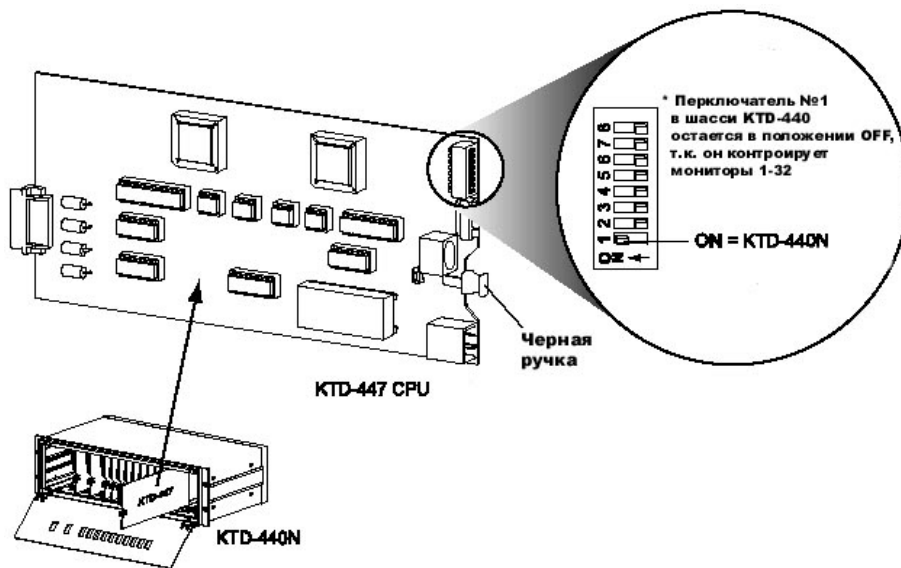

Рис. 14. Расположение и настройка микропереключателя управления мониторами на плате KTD-447 в блоках KTD-440N и KTD-440.
- Шаг 8).** Настройте блок KTD-440N для управления мониторами 33-64, пользуясь микропереключателями на его плате KTD-447. См. рис. 14.